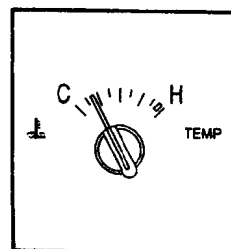

图 1-7 发动机冷却液温度表
(4) 发动机冷却液温度表(图 1-7)。表指针进入红色区域,表明发动机过热,汽车运行中若遇此情况,应立即驶离公路,停车、熄火,并迅速处理。